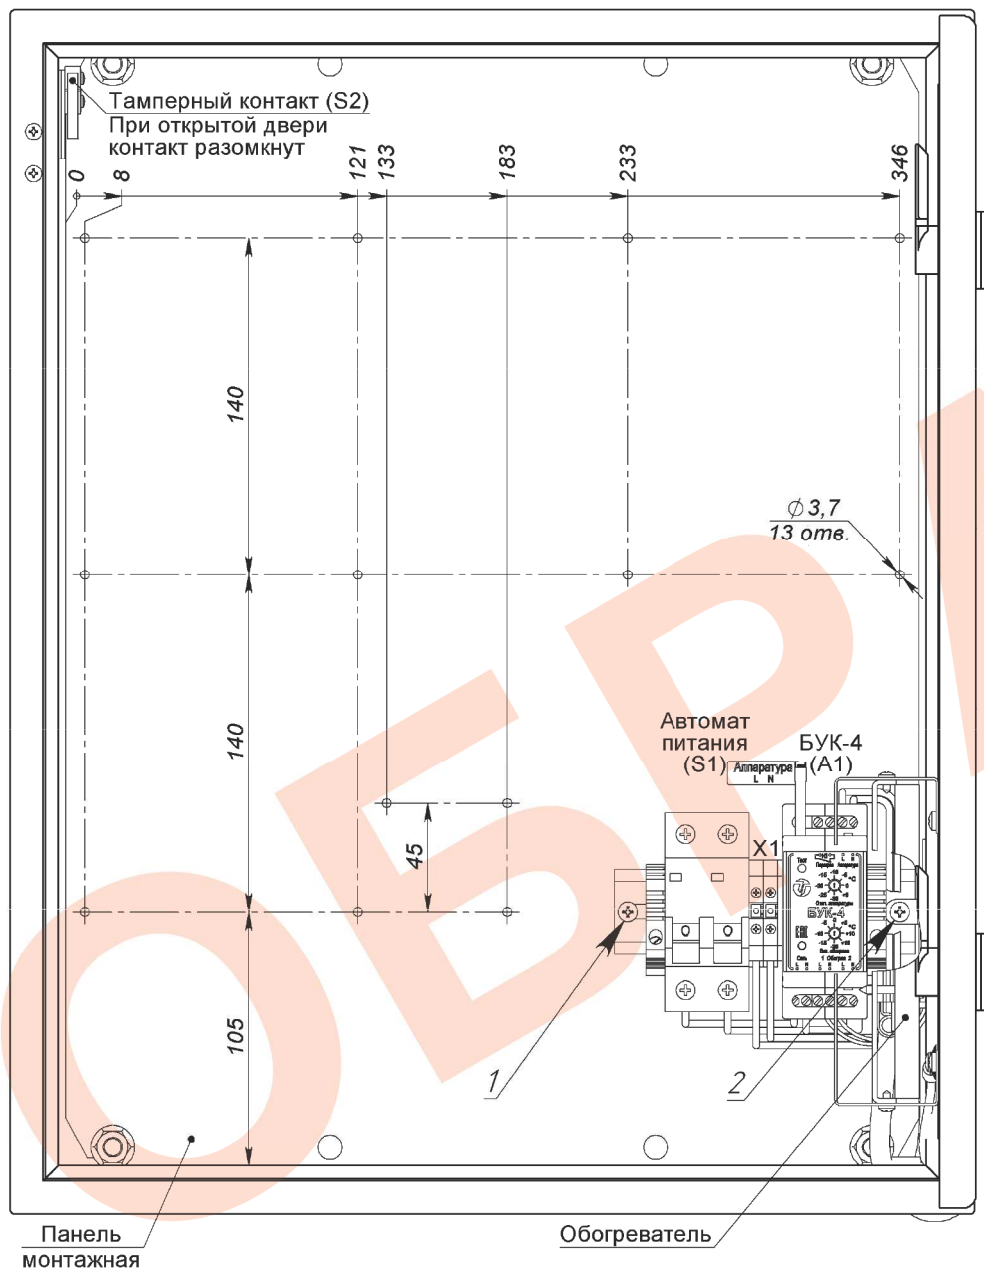

Рис.1. Устройство термощафа (дверь открыта на 90°)
Для установки в термощаф телевизионного (электронного) оборудования необходимо извлечь монтажную панель (рис.1), для чего необходимо:
3. Снять с монтажной панели DIN-рейку с установленными на ней автоматом питания S1, клеммами X1 и блоком управления климатом БУК-4 (А1), выкрутив крепящие DIN-рейку саморезы 1 и 2 (рис.1).
2. Подключить телевизионное (электронное) оборудование к клеммам X1, при этом фазный провод (L) соединить с контактом 1.1, нулевой провод (N) с контактом 2.1.
3. Подключить тамперный контакт S2 (рис.1) к внешнему устройству сигнализации.
5. Подключить кабель питания к входу автомата питания S1, при этом фазный провод (L) соединить с контактом 1, нулевой провод (N) с контактом 3.